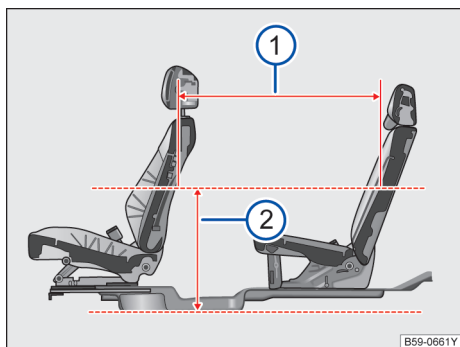

图 96 座椅座间距
当前排座椅前后位置：座椅最后往前滑动 127mm，高度及靠背角都处于设计位置；后排座椅位于设计位置时，在距离地板位置 620mm 处→图 96②，座间距为 898mm→图 96①。